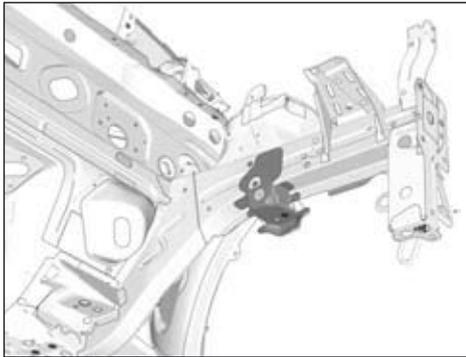

FIG.32
- Respecter les lignes de coupe (Fig.32).